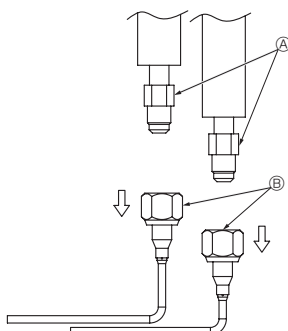

Fig. 3-9
- (4) Desserrer l'écrou du côté des tuyaux en forme de L à l'aide de deux clés, puis déposer les tuyaux Ⓖ et les mettre au rebut. (Tuyau d'eau entrant et tuyau d'eau sortant) (Fig. 3-9)